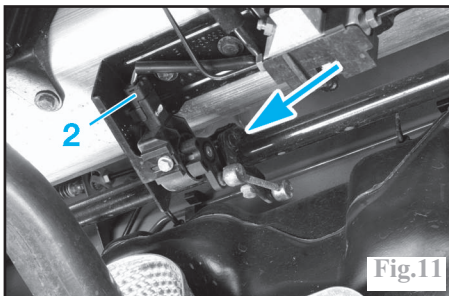

Fig.11
Repérer la position du collier de barre stabilisatrice (Fig.11) et le déposer.
Déconnecter le capteur de hauteur (2) (Fig.11).